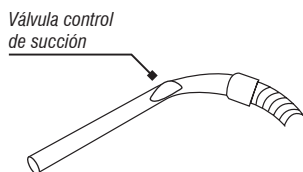

Fig. 9 – Regulación de la fuerza de succión
- Es posible regular la succión de la aspiradora de polvo. Cuando vaya a aspirar materiales más frágiles, abra la válvula de succión, de acuerdo a como se muestra en la Fig. 9. De esta forma, la fuerza de aspiración será menor;